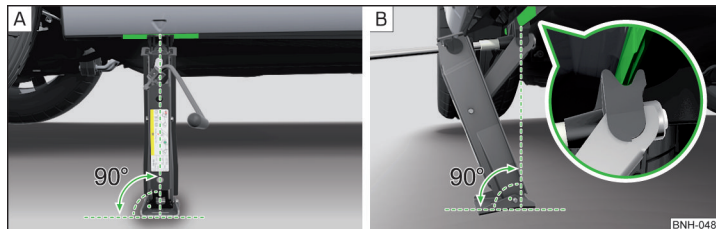

Abb. 162 Prinzipdarstellung: Wagenheber ansetzen
- › Die Grundplatte des Wagenhebers mit ihrer gesamten Fläche auf einem geraden Untergrund abstützen und sicherstellen, dass sich der Heber in senkrechter Position zum Aufnahmepunkt befindet » Abb. 162 - [\[A\]](#).
- › Den Wagenheber unter dem Aufnahmepunkt mit der Kurbel so weit hoch drehen, bis seine Klaue den Steg umfasst » Abb. 162 - [\[B\]](#).